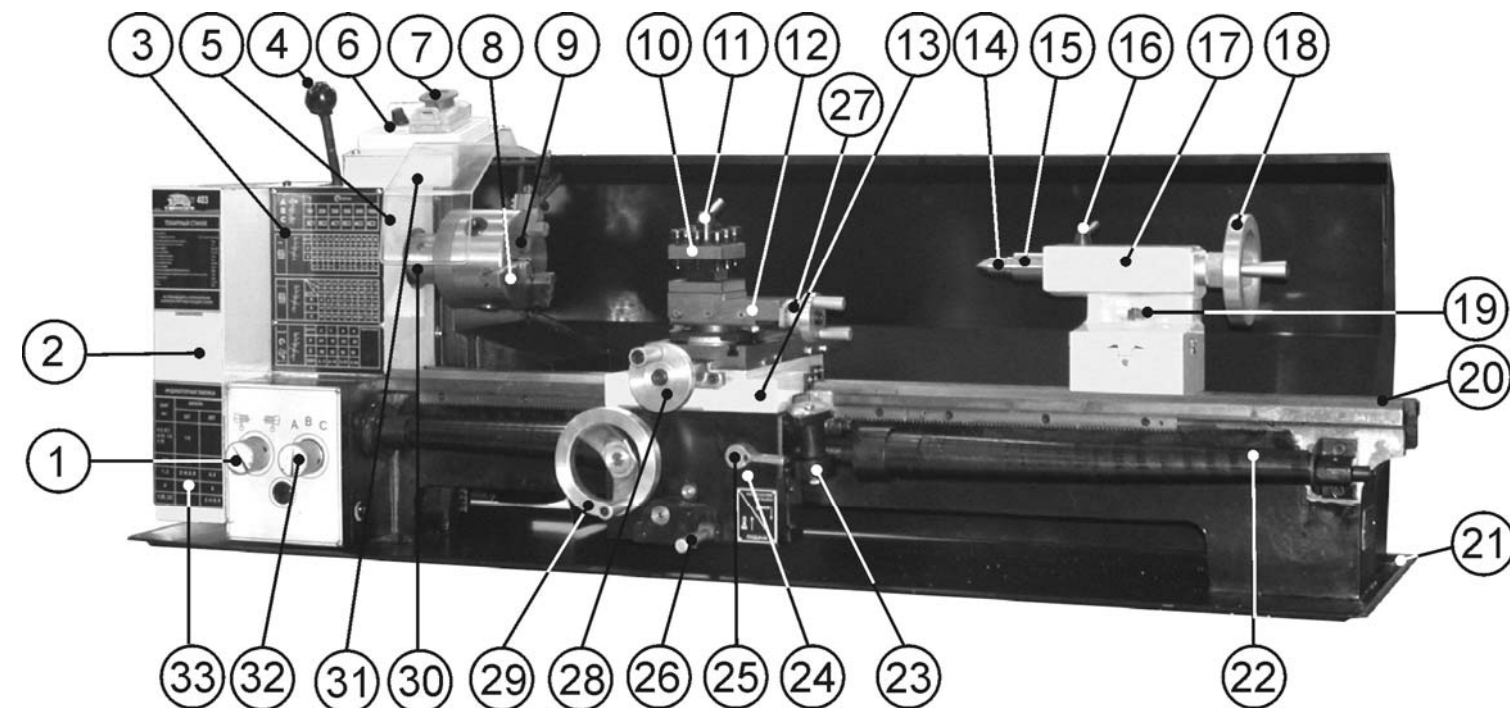

Рис. 2
7.1. Станок состоит из следующих сборочных единиц и деталей (Рис.2)
8.4. Установите пластиковую ручку (Ж) с осью ручки (Н), Рис. 1, на маховик подачи поперечного суппорта (28), Рис. 2.
8.6. В конус пиноли (15) задней бабки (17) установите центр Морзе №2 (14), Рис. 2.
8.7. Установите ручку (Д), Рис. 1б, на рычаг натяжения ремня (4), как показано на Рис. 2.
10.1. Подготовка к работе (Рис. 2)